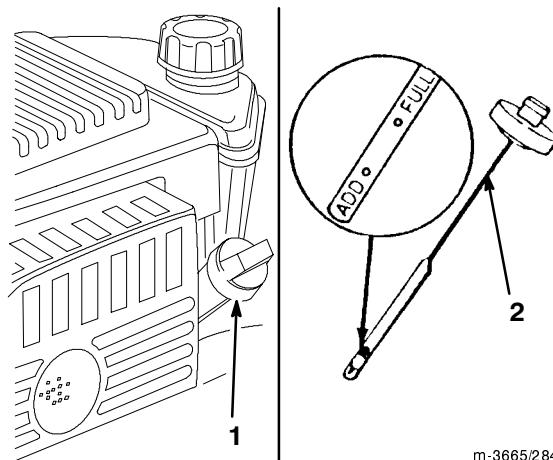

Figure 4
Avant chaque utilisation, vérifier que le niveau d'huile arrive entre les marques maxi (*Full*) et mini (*Add*) de la jauge (Fig. 4).
2. Nettoyer tout autour du bouchon de jauge (Fig. 4).
6. Voir le niveau d'huile indiqué par la jauge (Fig. 4).